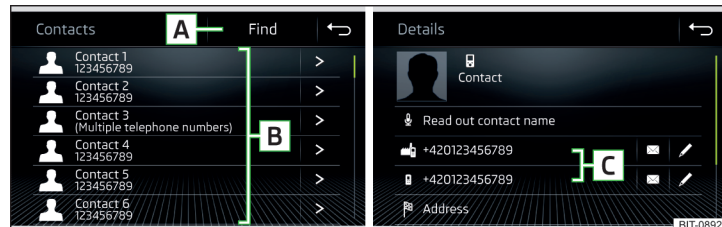

Fig. 190 Lista de los contactos de teléfono / Detalle del contacto
► En el menú principal *Teléfono* pulse la superficie funcional , se visualizará una lista de los contactos de teléfono » fig. 190.